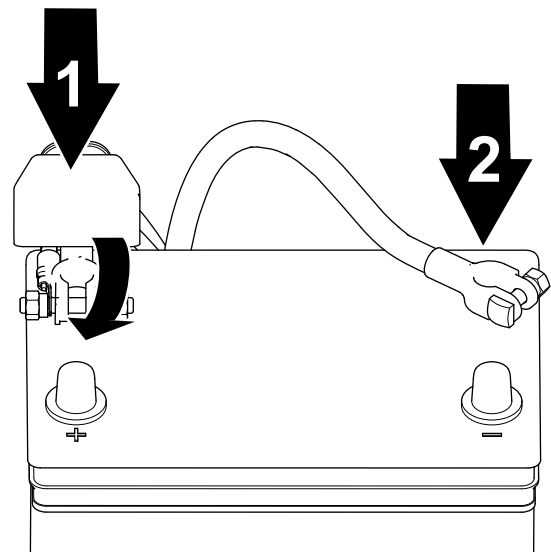

Bild 39
2. Schließen Sie das Pluskabel des Akkus an und ziehen Sie die Mutter der Akkuklemme an (Bild 39).
3. Schließen Sie das Minuskabel des Akkus an und ziehen Sie die Mutter der Akkuklemme an (Bild 39).